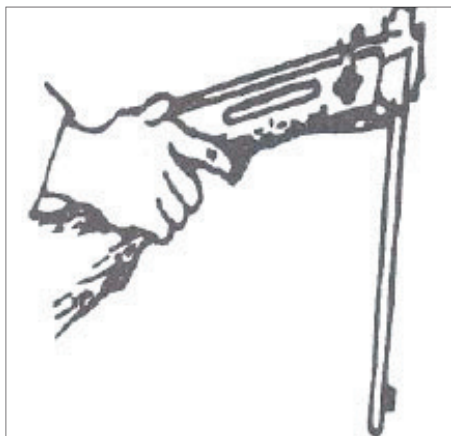

Figura 2
3. Mettere un piombino nella camera con la mano sinistra e risollevare lentamente la canna in modo che si incastri nuovamente nell'estremità del calcio (figura 2).